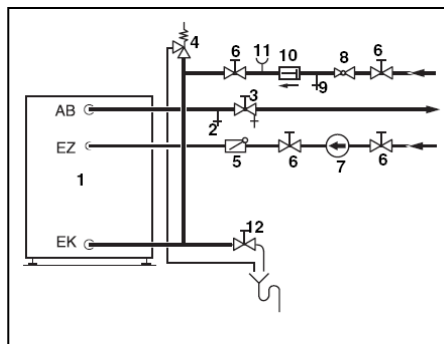

Рис. 6 Инсталляция (схематическое изображение)
Инсталляцию и оснащение водопроводных линий следует выполнять (Рис. 6) с соблюдением действующих законодательных предписаний и нормативов.
- Клапан вентилирования и развоздушивания (Рис. 6, Поз. 2) в трубопроводе горячей расходной воды необходимо устанавливать перед запорным вентилем (Рис. 6, Поз. 3).
- На предохранительный клапан (Рис. 6, Поз. 4) необходимо установить предупреждающую табличку с такой надписью: **«Не закрывать продувочный трубопровод! Во время работы отопления для обеспечения безопасности возможен выход воды!»**